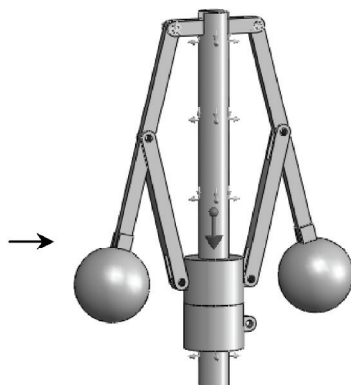

图 9-37 添加“引力”载荷操作
STEP 11 右键单击“算例”树中的“外部载荷”项，在弹出的快捷菜单中选择“引力”菜单项，打开“引力”属性管理器，然后选择“前视基准面”为参考面，添加一“引力”外部载荷，如图 9-37 所示。